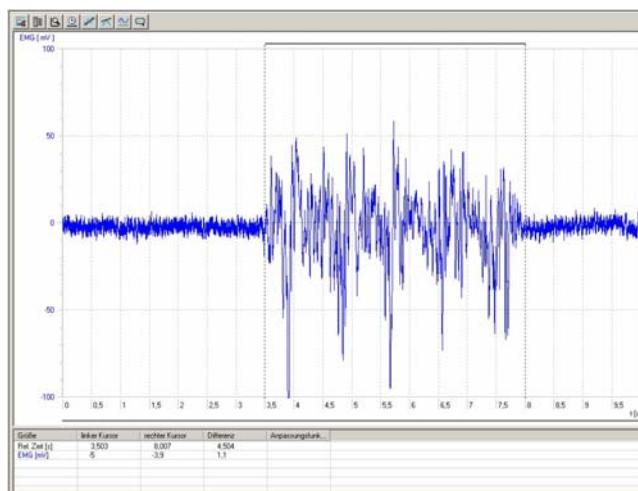

Fig. 4 EMG de contrações musculares do braço inferior esquerdo, fases alternativas em descanso e atividade
- Iniciar a utilidade e desenhar a curva de medição do eletromiograma (Fig. 4).